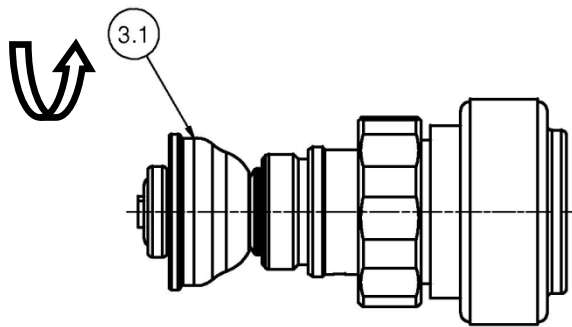

Bild 7 – Ventileinsatz mit umgestülpter Membrane (3.1)
- Ventilkegel (3) durch Linksdrehung von Hand herausdrehen (siehe Bild 7).